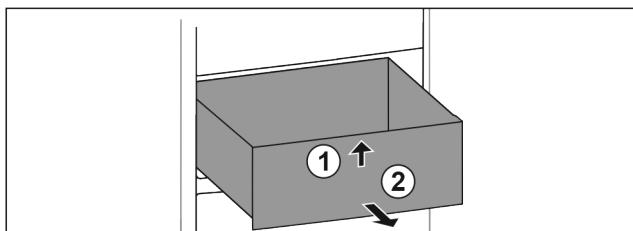

Fig. 84
- Podignite ladicu sprjeda. Fig. 84 (1)
- Izvadite ladicu prema naprijed. Fig. 84 (2)